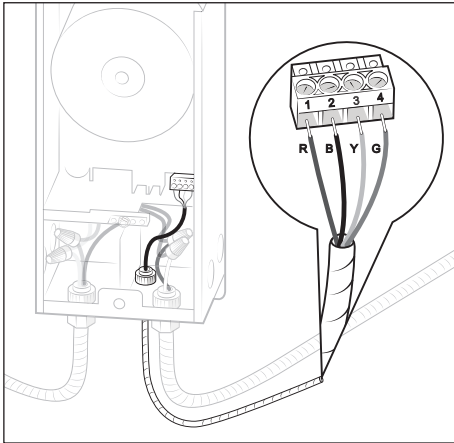

Figure 5. Connecter câbles RS-485
7. Le RS -485 est câblé en usine au contrôleur de luminaire. Connecter les fils de communication RS-485 basse tension au système d'automatisation Aqualink RS. Câbler d'abord le rouge (R) à 1, le noir (B) à 2, le jaune (Y) à 3 et le vert (G) à 4 sur le connecteur, voir Figure 5.